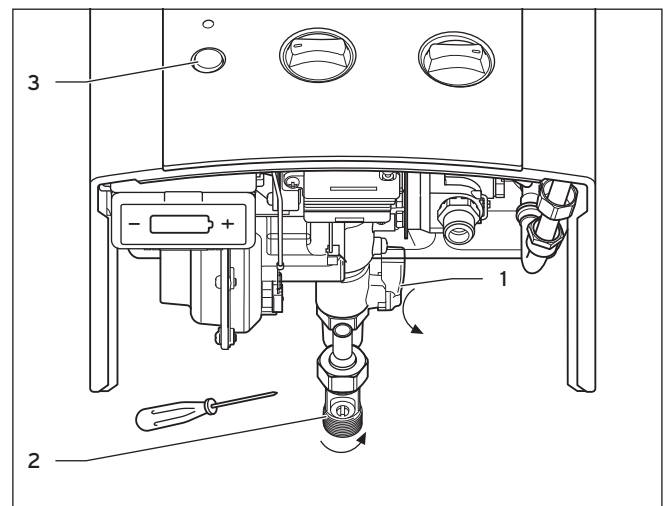

Fig. 4.6 Spegnimento
- Chiudere la valvola di intercettazione sul raccordo dell'acqua fredda (2) come mostrato nella Fig. 4.6.